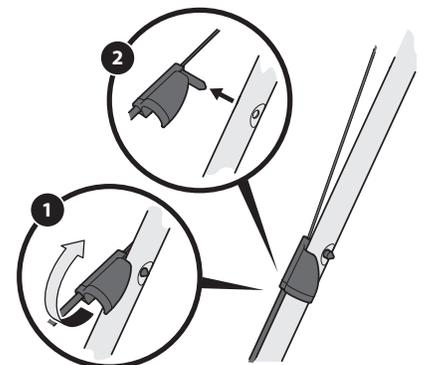

Figure 4-3
1. Faites tourner le raccord du câble d'entraînement situé sur la poignée supérieure gauche vers le haut. Voir Figure 4-3.